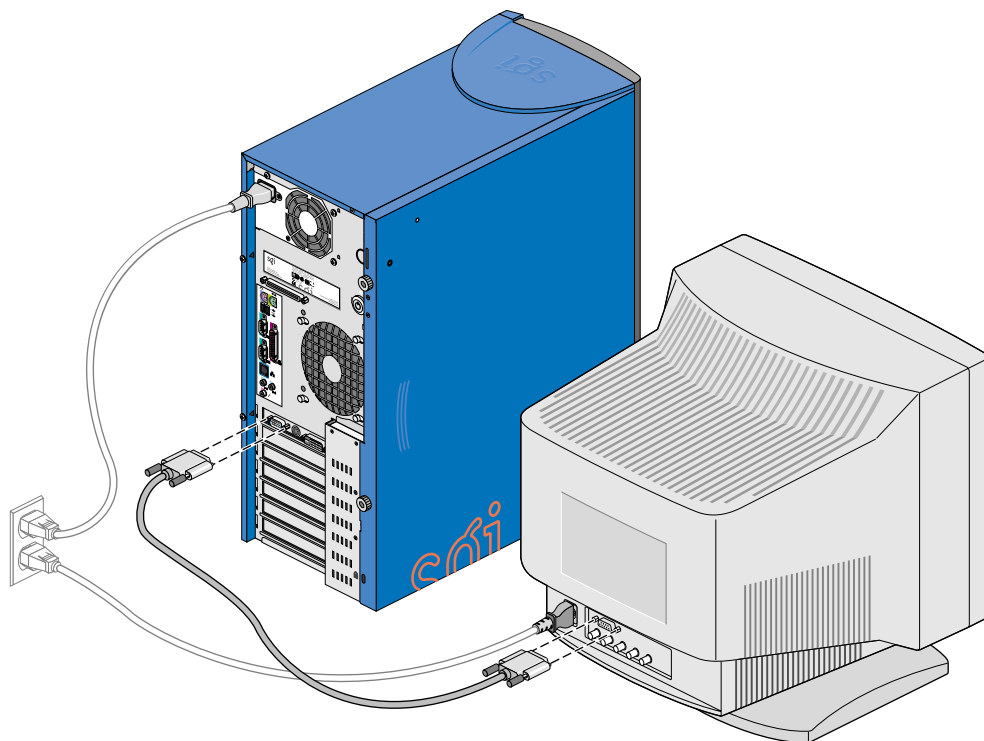

図 1-8 DB15 HD ビデオケーブルの接続
4. 図1-8に示すように、DB15 HD ビデオケーブルをシステムに接続します。
5. 図1-8に示すように、モニタを電源に接続します。